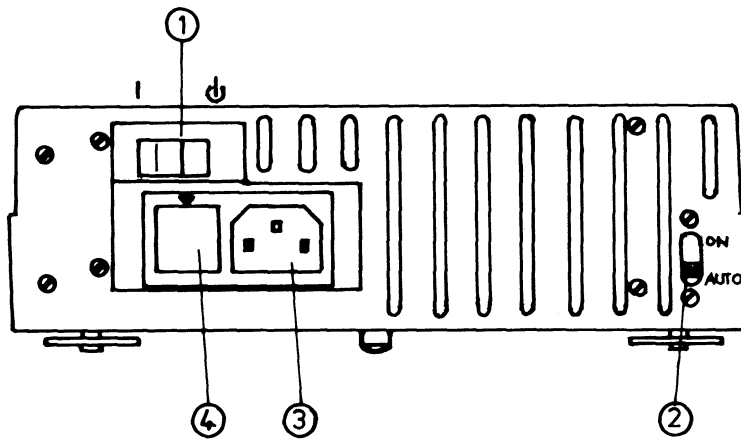

Abb. 3: Waagenrückseite
Mit dem Spannungswähler (Abb. 3, Pos. 4) können Sie die Betriebsspannung 100,120,220 oder 240 V einstellen.
Setzen Sie den Schalenträger (Abb. 1, Pos. 4), die Waagschale (Abb. 1, Pos. 3) und den Windschutz (Abb. 1, Pos. 2) ein. Schließen Sie die Waage an das Wechselstromnetz (Abb. 3, Pos. 1) an und schalten Sie den Schalter (Abb. 3, -Pos. 3) auf Pos. " I ".
Betriebsart "Stand by": Schalter (Abb. 3, Pos. 1) auf Pos. " ○ "
Betriebsart "ON": Schalter (Abb. 3, Pos. 1) auf Pos. " | "
Bei Umschalten des Schalters (Abb. 3, Pos. 1) auf Pos. " | " ist das Gerät nach Segmentkontrolle sofort wieder betriebsbereit.
Schließen Sie die Waage an das Wechselstromnetz (Abb. 3, Pos. 3) an und schalten Sie den Schalter (Abb. 3, Pos. 1) auf Pos. " | ".
Betriebsart "Stand by": Schalter (Abb. 3, Pos. 1) auf Pos. " ☉ "
Nach Abschluss der Wägung kann das Gerät wieder auf "stand by" geschaltet werden. Die dem Verschleiß unterworfenen Baugruppen werden abgeschaltet. Bei Umschalten des Schalters (Abb. 3, Pos. 1) auf Pos. " | " ist das Gerät nach der Segmentkontrolle sofort wieder betriebsbereit.
Die Funktion Einwägehilfe wird durch Schalten des Schalters (Abb. 3, Pos. 2) auf Pos. AUTO automatisch aufgerufen.
Durch Zurückschalten des Schalters (Abb. 3, Pos. 2) wird die Funktion "Einwägehilfe" abgeschaltet und die letzte Stelle bleibt ständig aktiviert,
- Die Netzsicherung (Abb. 3, Pos. 4) ist defekt.